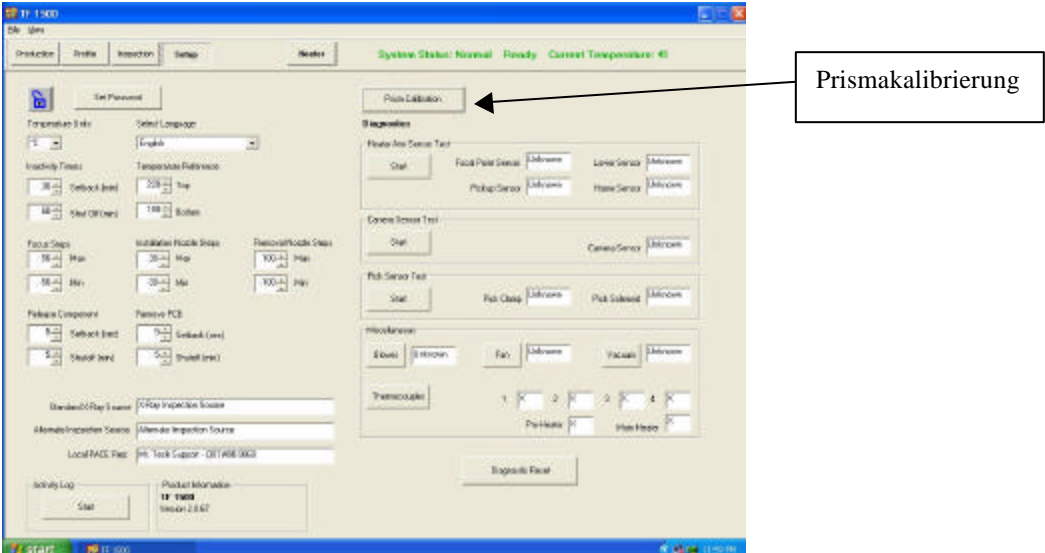

Abbildung 8
i. Wählen Sie den Einrichtungsbildschirm aus. (Abbildung 8)